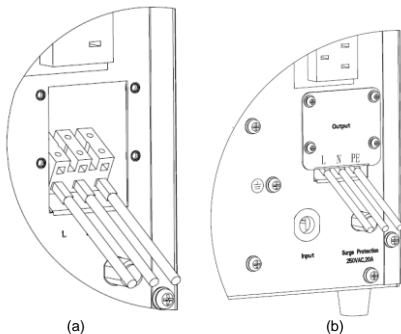

Fig.3 Terminal de salida de 3 KVA
- 2). Utilizar cables AWG14 para la configuración del cableado del terminal como se muestra en la fig.3 (a)